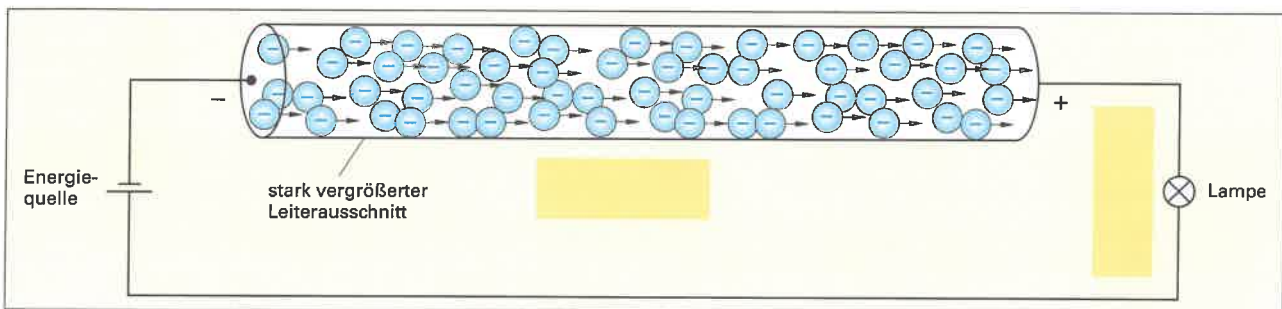

Bild 1: Stromfluss im Leiter
4. Das Bild 1 zeigt den vereinfachten Ausschnitt eines metallischen Leiters mit der Flussrichtung der Elektronen. Tragen Sie die Bezugs Pfeile und das Formelzeichen für die technische Stromrichtung ein.